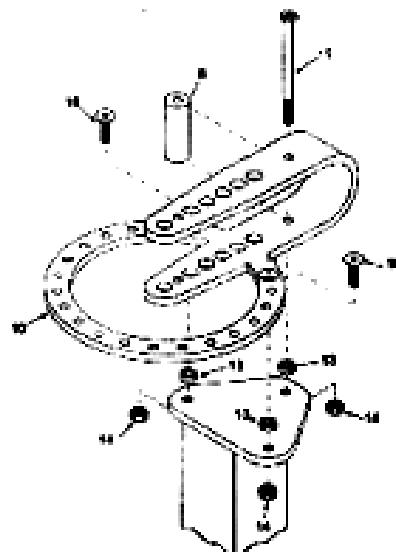
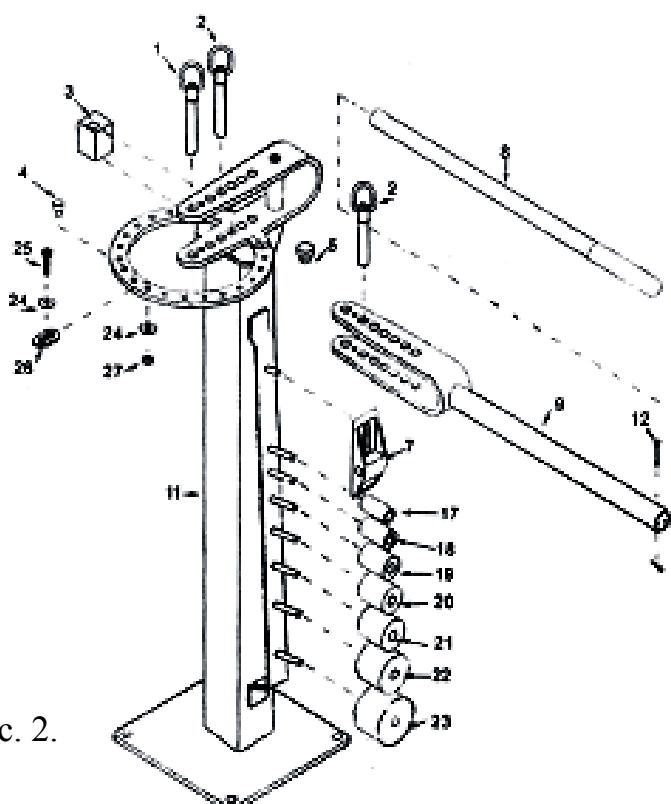

Рис. 1.
Рис. 2.
13. Прокладки. Рис. 1.
1. Установите и зафиксируйте стойку (11) на ровной устойчивой поверхности.
2. Положите три прокладки (13) на отверстия стойки (рис. 1.)
3. Положите круглую матрицу с отверстиями на прокладки и с помощью двух винтов (16) закрепите ее гайками (14).
4. Вставьте держатель (9) в круглую матрицу и зафиксируйте его с помощью длинного центрального пальца (1) (рис. 2.)
1. Ограничитель удерживает обрабатываемый материал на месте в течение всего процесса сгибаия между крайней матрицей (17-23) (рис. 2.), расположенной на рычаге (9) и центральным пальцем (1) (рис. 3) или выбранной центральной матрицей. Сгибание материала происходит в зависимости от используемых матриц.